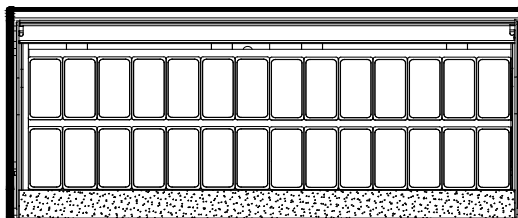

Rys.2 Rozłożenie pojemników VGN w „Arubie 2”
- Rozłożyć pojemniki VGN wg Rys.2 (str.2) lub Rys.3 (str.2)